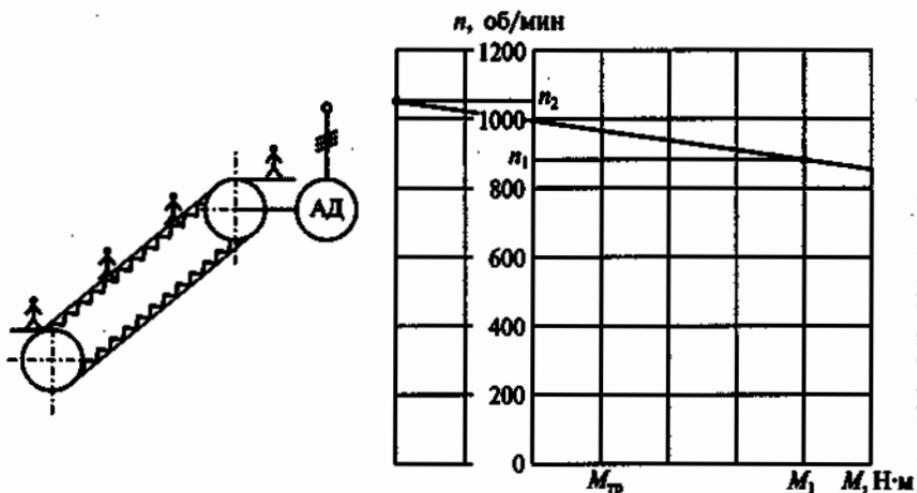

Рис. 223
9.52. Р. Эскалатор метро (рис. 223, а) приводится в движение асинхронным трехфазным двигателем с фазным ротором, есте-
ственная механическая характеристика которого изображена на рис. 223, б. Частота вращения двигателя при подъеме пассажиров $n_1 = 900$ об/мин, а момент, развиваемый двигателем, M_1 . Какова частота вращения двигателя n_2 при спуске того же числа пассажиров, если момент, определяемый силами трения в звеньях механизма эскалатора, при подъеме и спуске одинаков и равен M_{tr} , а двигатель работает в режиме генераторного торможения?